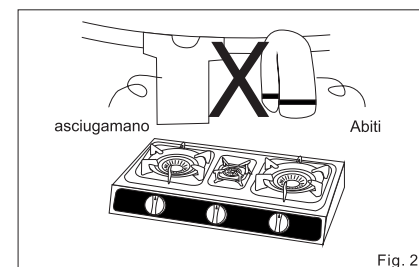

Fig. 2
• Utilizzare solo per la cottura. Non fare asciugare asciugamani, vestiti e altro simile sull'apparecchio (Fig. 2).